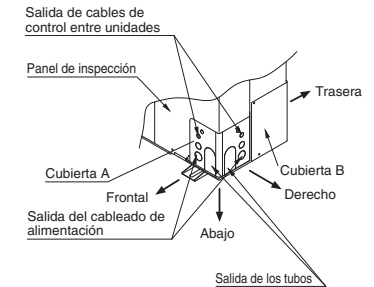

Fig. 4-2
- (1) Si la dirección de enrute es por la parte frontal, posterior o derecha, utilice unos alicates o una herramienta principal para cortar los orificios de extracción por golpeo de la salida del cableado de control entre unidades, la salida del cableado de la alimentación y la salida de la tubería de las cubiertas apropiadas A y B.
- (2) Si la dirección de enrute es hacia abajo, utilice uno alicates o una herramienta similar para cortar la brida inferior de la cubierta A. (Fig. 4-2)